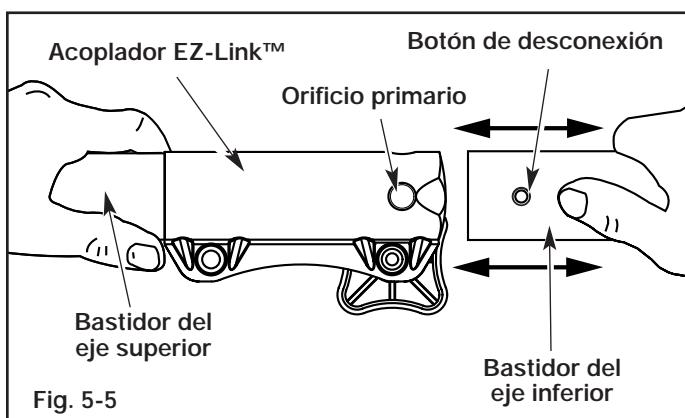

Fig. 5-5
2. Mientras sostiene el accesorio con firmeza, empújelo en línea recta en el acoplador EZ-Link™ (Fig. 5-5).